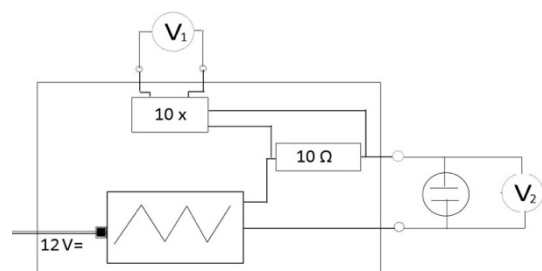

Abb. 4: Schematischer Aufbau der Spannungs-Versorger-Box. Das \oplus Symbol steht für die Elektroden
Abbildung 4 zeigt ein Schaltbild der Spannungsversorger-Box, wobei das Zickzack-Symbol für die eingehende Wechselfspannung (AC) steht. Für das Experiment werden die Anschlüsse auf der rechten Seite mit den Elektroden verbunden, um den Leitwert zu messen.
3. Baut die elektrische Schaltung auf, Ihr könnt Euch dazu an Abbildung 4 orientieren. Überprüft, ob das Multimeter die Einstellung $mV \cong$ hat, auf Wechselstrom eingestellt ist (mit dem blauen Knopf, sodass AC auf dem Display erscheint) und mit den Anschlüssen verbunden ist.